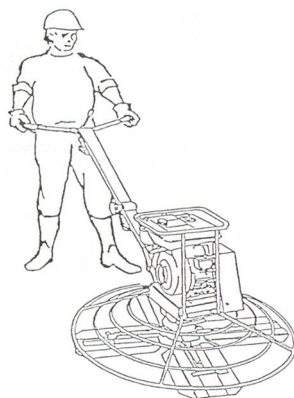

Figura 6-3
- Tenere saldamente l'impugnatura e mantenere una posizione corretta durante l'operazione di lisciatura (vedi figura 6.3)